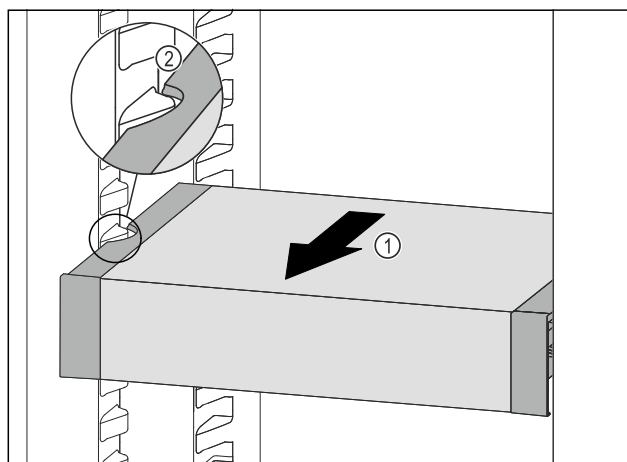

Fig. 113
- Táhněte VarioSafe dopředu Fig. 113 (1), dokud nebudou boční vybrání VarioSafe na úrovni žebrování na nádobě v chladničce. Fig. 113 (2)